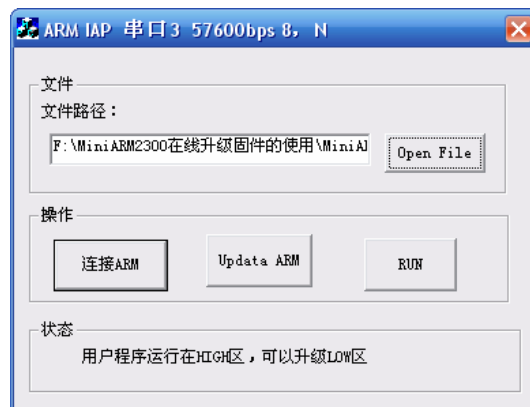

图 4.13 重新连接 ARM
- 点击“连接 ARM”按钮，如图 4.13 所示。提示“用户程序运行在 HIGH 区，可以升级 LOW 区”，说明新程序正常运行。